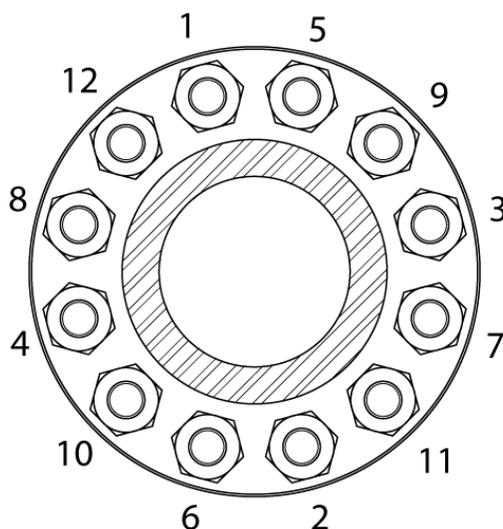

Figura 2-4. Secuencia de apriete para bridas de 12 pernos
2. La primera vez, apriete las tuercas hasta el 25% del par de torsión recomendado siguiendo la secuencia de la figura 2-4.
3. La segunda vez, apriete las tuercas hasta el 75% del par de torsión recomendado siguiendo la secuencia de la figura 2-4.
4. La tercera vez, apriete las tuercas hasta el 100% del par de torsión recomendado siguiendo la secuencia de la figura 2-4.